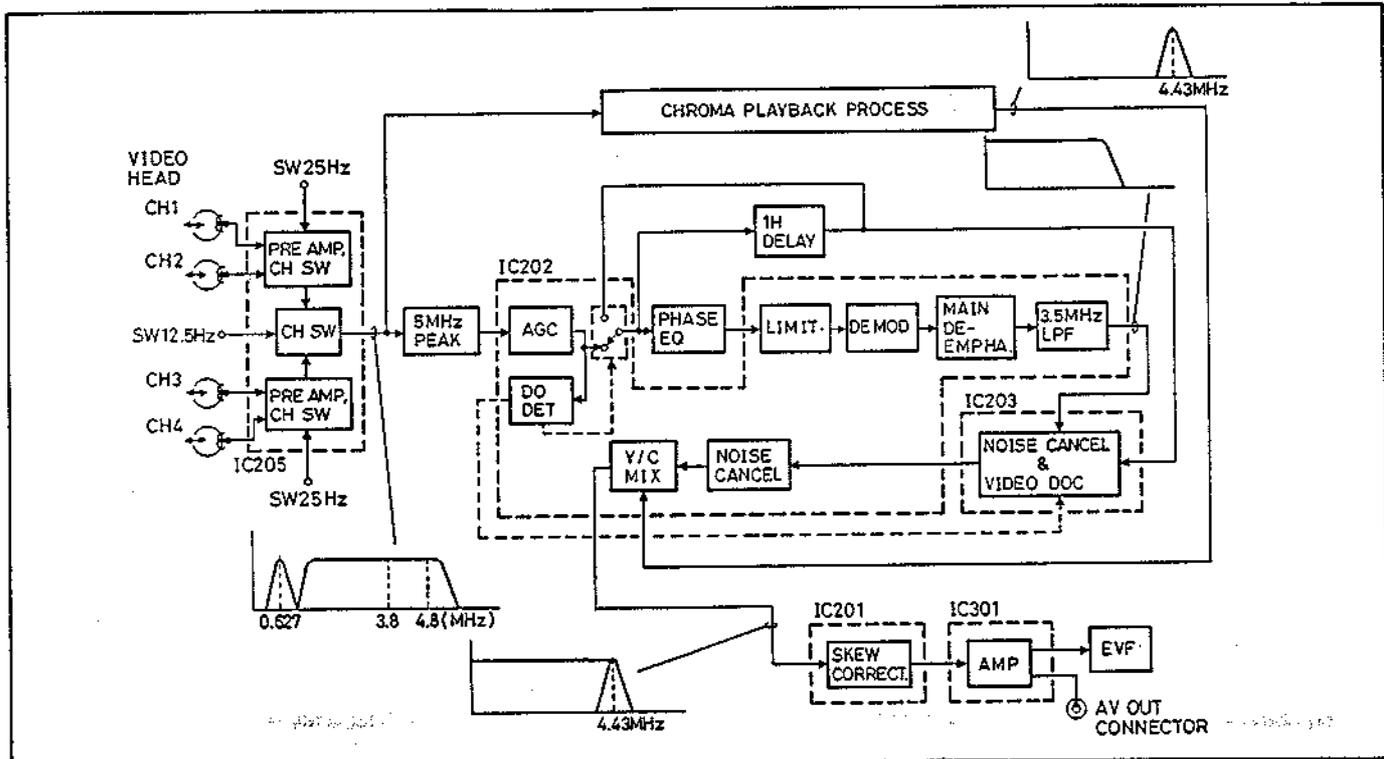

Abb. 5-19 Luminanzsignal-Wiedergabeprozess
5. Luminanzsignal-Wiedergabe-Schaltkreis (Abb. 5-19 bis 5-25)
5-1 Schaltkreis-Konfiguration (Abb. 5-19)